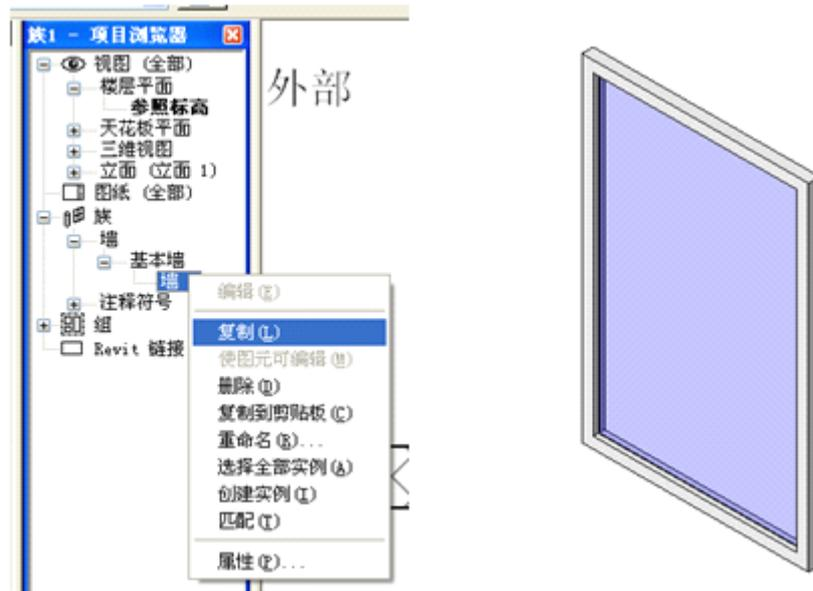

图 19.12-3
- 在项目浏览器中复制“墙 1”，生成“墙 2”后删除“墙 1”在出现警告后单击“确定”，关闭警告，观察三维视图，已经删除族文件中依附于墙体的属性（如图 19.12-3 所示）。